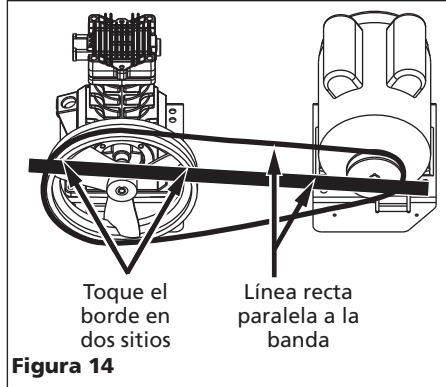

Figura 14
- e. Para alinear la banda, coloque un objeto recto entre dos puntos del volante (Vea la Figura 14).
- f. Ajuste el volante o la polea del motor de modo que las bandas estén paralelas al objeto recto de referencia (Vea la Figura 14).